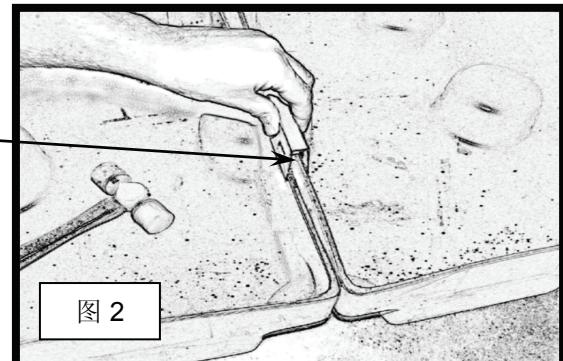

图 2
- 2) 将钻头放入钻孔，然后为橡皮密封环钻孔（见图 2）。在第一个液体收集槽上钻完孔后，再于要连接的另一个液体收集槽上进行同样操作。注意：另一个液体收集槽上有一个匹配的钻孔对着已经钻出的那个孔。
- 2) 将任意两个液体收集槽靠在一起（见图 2）。将连接卡子安放在两个液体收集槽的上缘（见图 2）。
- 3) 当连接卡子卡住两个液体收集槽的上缘后，用木槌或小号钉锤向下轻击卡子（见图 2 和 3）。注意：请不要用手。用手敲击可能把手弄伤。